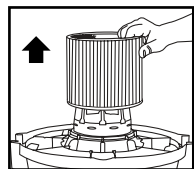

FIGURE 21
26. Glissez la cartouche filtrante à l'extérieur du support de couvercle. **FIGURE 21.**